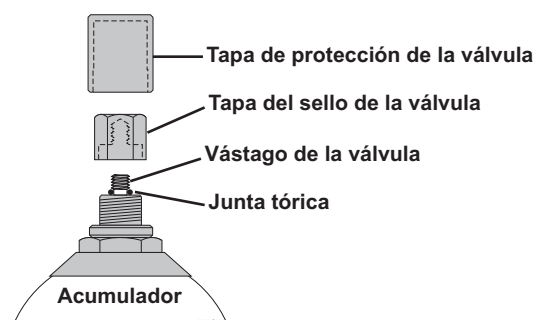

Figura 35
4. Retire la tapa de protección de la válvula y la tapa del sello de la válvula del acumulador que cargará primero (Figura 35).